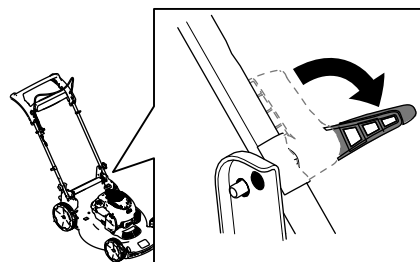

Figura 18
3. Decuplezi închizătoarele mânerului (Figura 18).